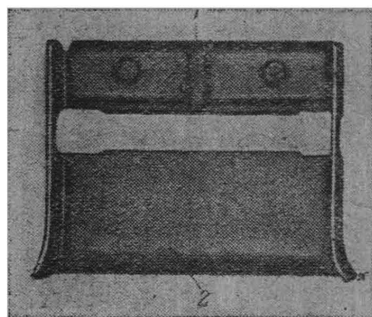
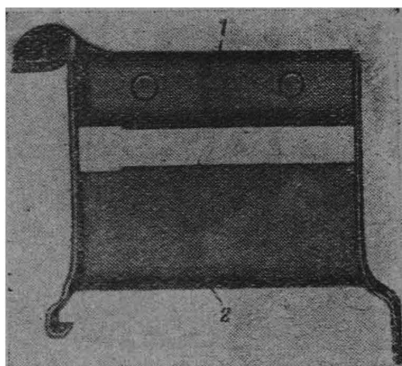

Рис. 9. Нижний приемник для ленточного питания без барабана:
Рис. 10. Нижний приемник для ленточного питания с барабаном:
2. Если на коробе пулемета находится крышка с верхним приемником (рис. 8), а внутри короба вставлен нижний приемник (рис. 9), — пулемет установлен на ленточное питание.
3. Если на место нижнего приемника предыдущего типа (рис. 9) вставлен нижний приемник с выступами для крепления барабана (рис. 10), — пулемет установлен на ленточное питание, причем лента может подаваться из специального барабана.
2. Проверить, стоит ли в пулемете нижний приемник с выступами для крепления барабана (рис. 10).